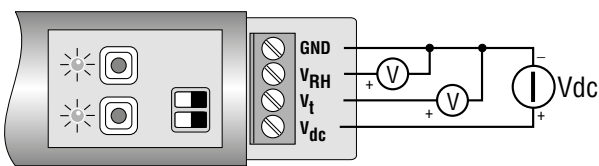
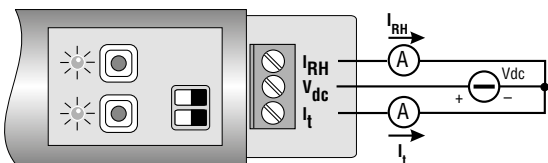

Fig. 5
Fig. 6
2. Collegare i fili per alimentare lo strumento come riportato negli schemi di collegamento di fig.5 (HD9008TRR) e fig.6 (HD9009TRR).